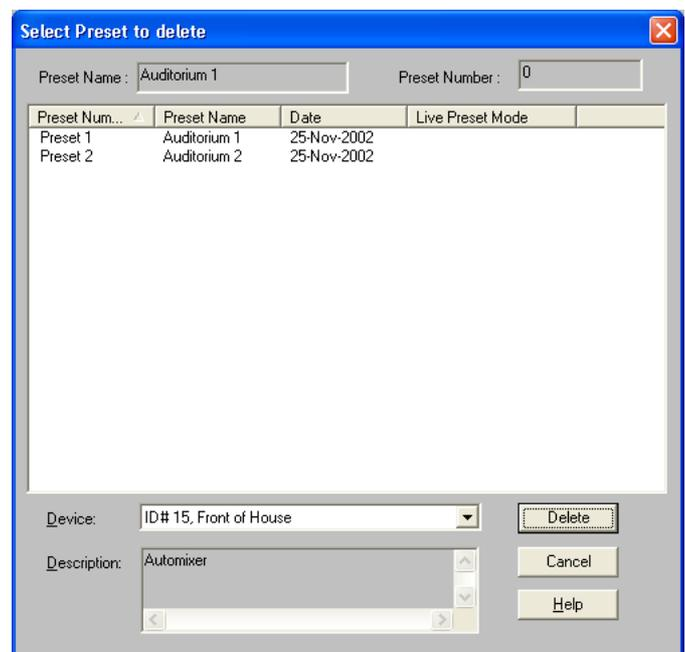

FIGURA 4-4: Cuadro de diálogo "Select Preset to Delete"
4. Se visualiza el cuadro de diálogo "Select Preset to delete" (seleccionar configuración prefijada a ser eliminada), como se ilustra abajo en la Figura 4-4.